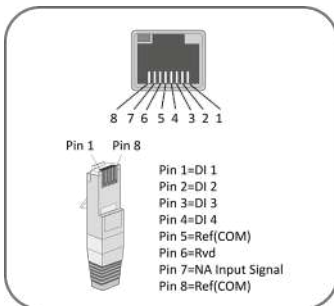

Abb. 41. Kabelanschlussbelegung
1. Isolieren Sie den Draht ab und befestigen Sie ihn in der entsprechenden Klemme (siehe Abb. 41).